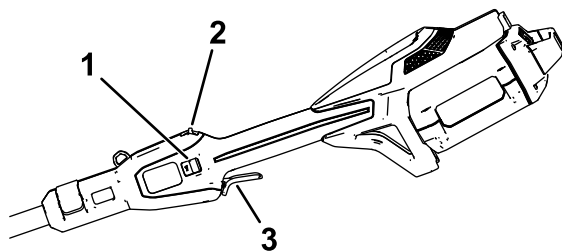

Figura 9
4. Para arrancar la desbrozadora, mueva hacia atrás el interruptor de bloqueo y apriete el gatillo de velocidad variable (Figura 9).